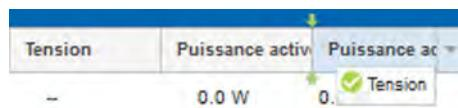

Fig. 96 : Déplacement d'un paramètre
5. ➤ Il est possible, si besoin, de sélectionner un paramètre (p. ex. « Courant ») et de le déplacer dans la ligne de titre (Fig. 96 ).